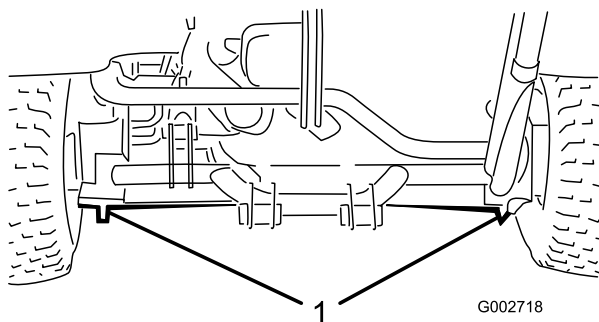

Рисунок 20
- На левой или правой стороне — под задним колесным гидромотором или под рамой (Рисунок 20).